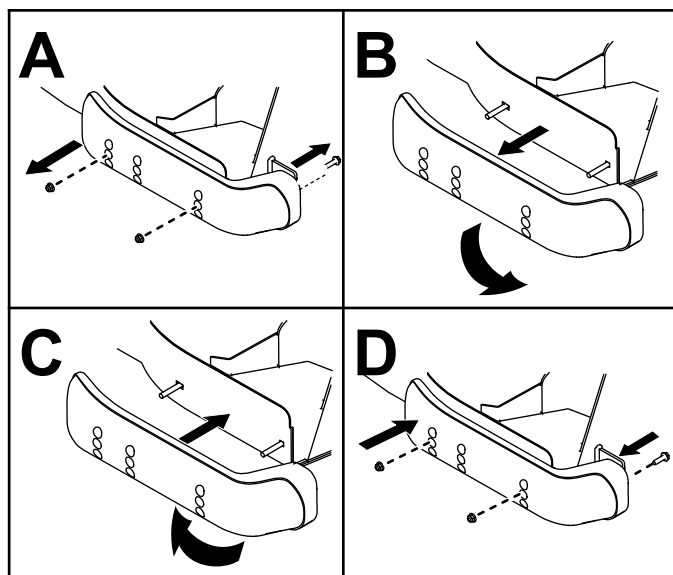

Figura 135
6. Cambie los patines e instálelos con los tornillos que retiró anteriormente (Figura 135).
5. Retire los patines de los lados de la carcasa de corte (Figura 135).